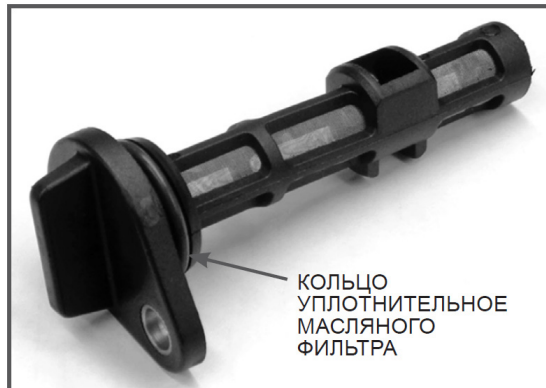

Рис. 12 Масляный фильтр
9. Внимательно осмотрите масляный фильтр (Рис. 12). Обязательно проверьте фильтрующую сетку фильтра на наличие механических повреждений (сетка порвана, имеются отверстия). При наличии повреждений и невозможности очистить сильные загрязнения фильтр необходимо заменить.
При каждой очистке масляного фильтра обязательно меняйте уплотнительное кольцо масляного фильтра (Рис. 12). При установке кольца на корпус фильтра не допускайте его повреждения. После установки уплотнительного кольца на корпус масляного фильтра контролируйте правильность установки кольца, оно не должно быть перекручено.